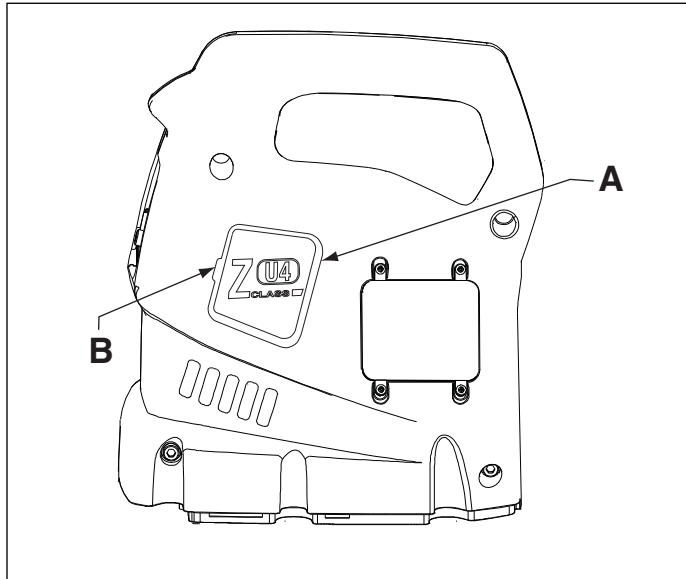

図12 ブラシキャップの取り外し
2. ブラシキャップラッチ(B)を傾けてゆっくりと外側にはずし、両方のブラシキャップ(A)を外します(図12参照)。